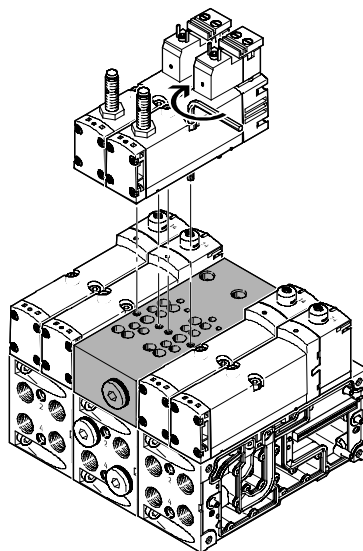

Bild 14: Infästning av magnetventilerna på styrblocket
5. Placera magnetventilen på styrblocket (se Bild 14) och dra åt de två fästskruvarna med en insexnyckel SW3. Innehåll tillåtet åtdragningsmoment $2 \text{ Nm} \pm 10 \%$.